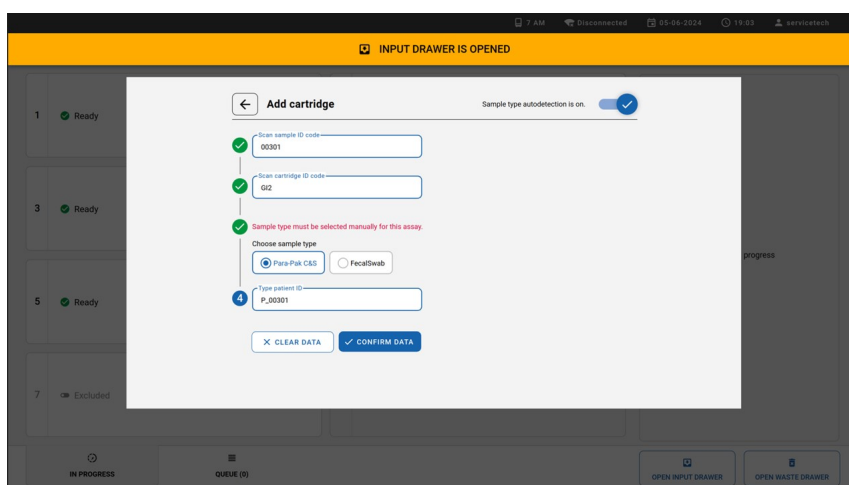

Bild 16. Välj provtypskärm.
3. Välj provtyp för analyser där autotetektering av provtyp inte är möjlig eller om provtypsautotetektering är avmarkerad (Bild 16).